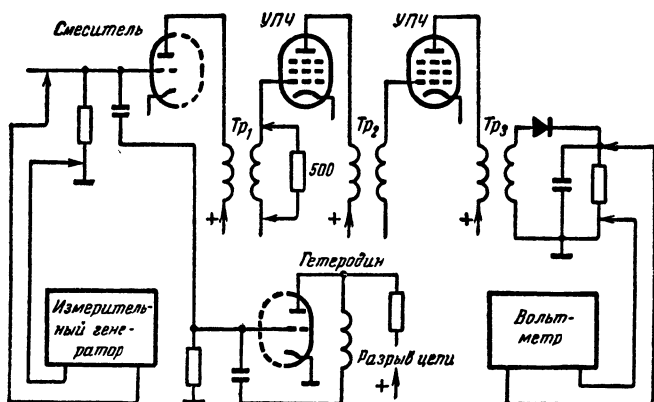

Рис. 56. Методика настройки усилителя, показанного на рис. 55.
**Л.** — Вот именно. Настройка производится следующим образом. Нужно отключить питание гетеродина. На сетку смесительной лампы подается напряжение от измерительного генератора сигнала, а параллельно нагрузке видеодетектора включается в качестве индикатора настройки вольтметр (рис. 56).